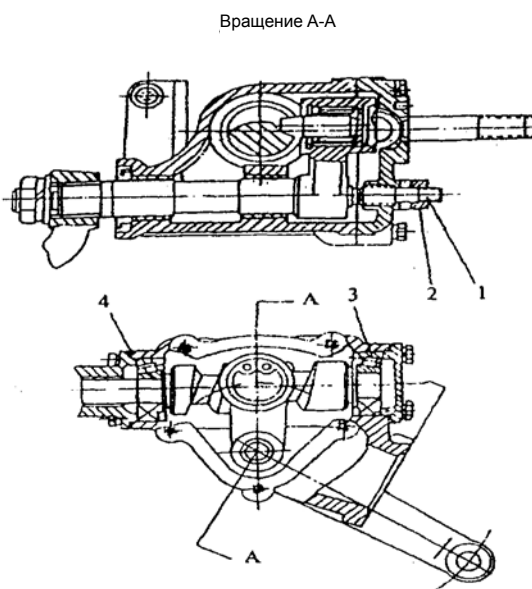

Рис. 9. Регулировка рулевого механизма
1. Регулировка зазора в сцеплении (см. рис. 9)
2. Регулировка опорной оси винта 3 (см. рис. 9)